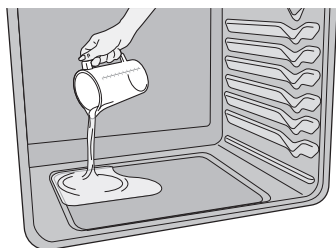

Figure 22 : Verser 1 tasse d'eau
3. Verser 1 tasse d'eau du robinet dans la cavité de la sole du four. (Figure 22) Fermer la porte du four.